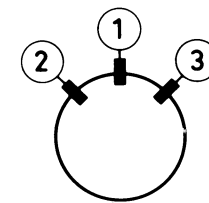

Fig. 5b
Steht die Ablenk-Einheit in der richtigen Stellung, dann Keile ② und ③, von dem der Papierstreifen entfernt worden ist, anbringen (siehe Abb. 5b oder 6b). Das Leimstück fest gegen das Glas der Bildröhre drücken.